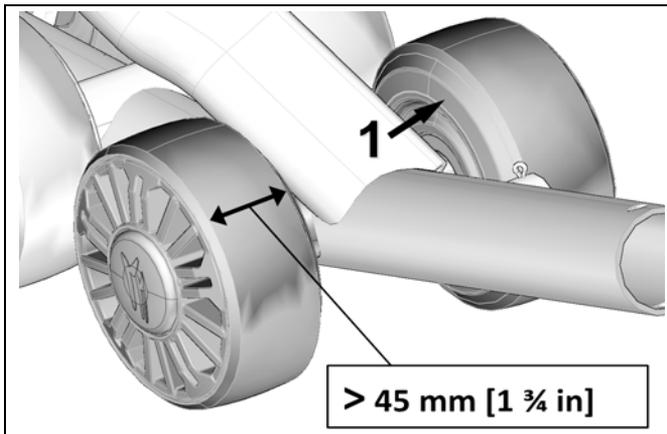

Abbildung 43
Überprüfen Sie den Abnutzungsgrad der Räder, besonders an der inneren Führungsleiste (Abbildung 43). Wenn die Innenseite (1) durchlöchert ist bzw. die Breite der Lauffläche des Rades eine Breite von weniger als 45 mm erreicht hat, muss das Rad ausgewechselt werden. Ein Rad, das übermäßig abgenutzt ist, bietet keine ausreichende Stützfunktion für die Führung der Raupenkette.